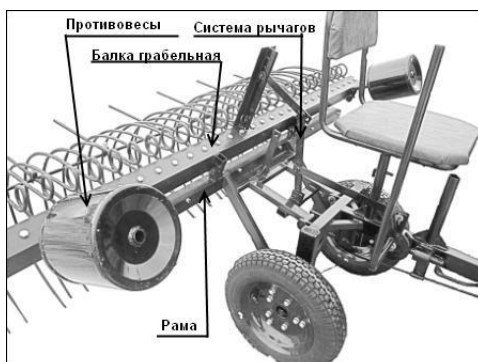

Рис. 1
3.1. Грабли состоят из следующих основных узлов (рис.1): балка грабельная с зубьями, рама с механизмом сбрасывания сена, система рычагов для подъема/опускания балки грабельной, противовесов.